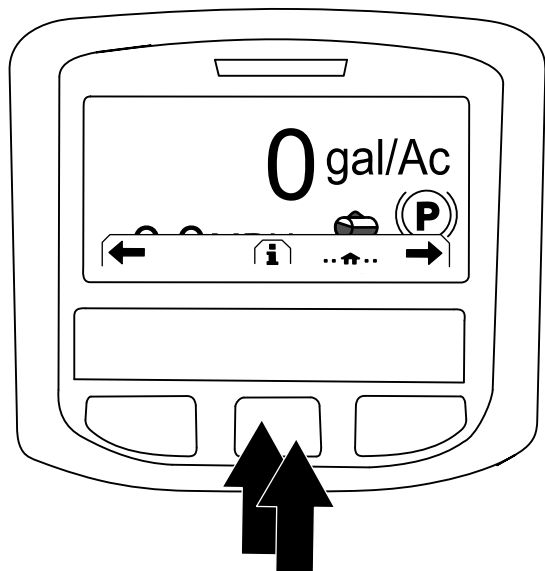

Bild 224
- Drücken Sie auf dem Homebildschirm die mittlere Taste auf dem InfoCenter, um den Navigationsbildschirm zu öffnen (Bild 224)
3. Drücken Sie die mittlere Taste auf dem InfoCenter, um auf das Hauptmenü zuzugreifen (Bild 224).